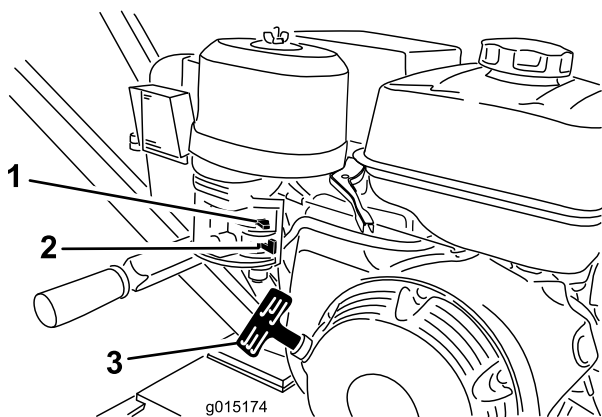

Figura 11
1. Mueva la válvula de combustible a la posición de ABIERTO, totalmente hacia la derecha (Figura 11).
4. Tire del arrancador suavemente hasta que note resistencia, luego tire con fuerza. Deje que el arrancador vuelva lentamente a su posición inicial (Figura 11).